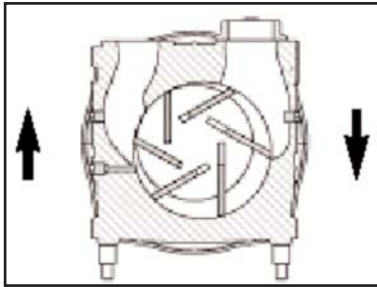

Abb. 3 - Drehrichtung
3. Vergewissern Sie sich bitte, dass die Drehrichtung des Kompressors der auf dem Gehäuse angegebenen Pfeilrichtung entspricht ; siehe Abb. 3.